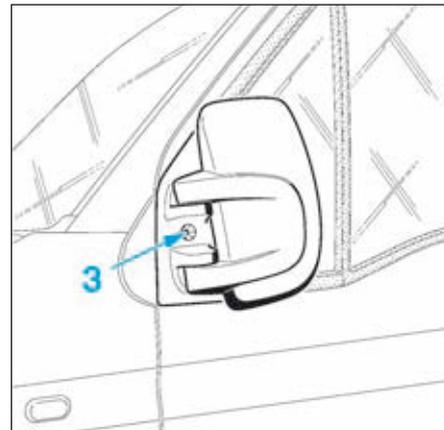

FIG.82
- Déposer le cache et la vis (3) (Fig.82).